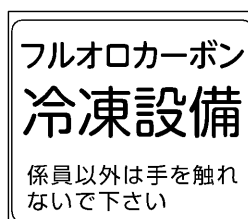

図22 警戒票
- 室外ユニットに付属されている警戒票（図22）を、室外ユニットの見やすい所へ貼り付けてください。